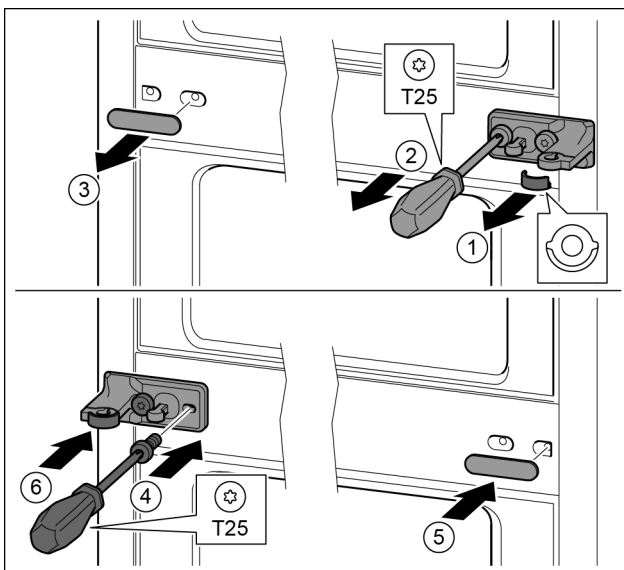

Fig. 29
- ▶ 拆下垫片。 Fig. 29 (1)
- ▶ 用 T25 螺丝刀将螺钉旋开。 Fig. 29 (2)
- ▶ 小心拆下盖板。 Fig. 29 (3)
- ▶ 将带箔的托架旋转 180° 至另一侧拧紧。 Fig. 29 (4)
- ▶ 将盖板旋转 180° 至另一侧装上。 Fig. 29 (5)
▶ 从前面推入垫片。 Fig. 29 (6)